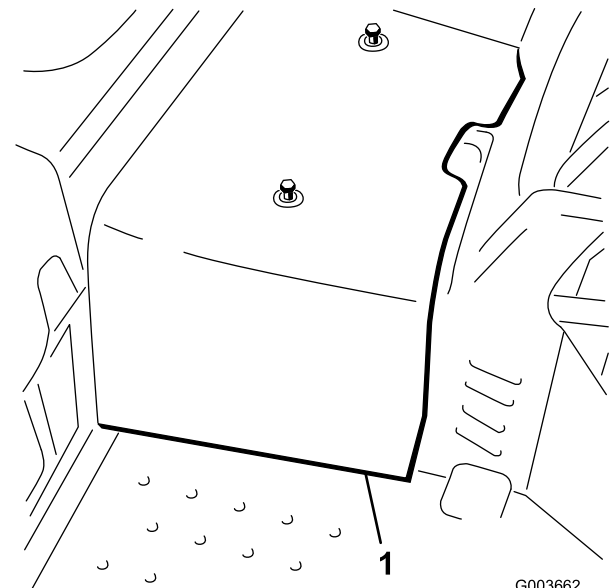

Bild 3
5. Klemmen Sie das mittlere Abdeckblech ab und nehmen Sie es vom Rahmen ab (Bild 3).